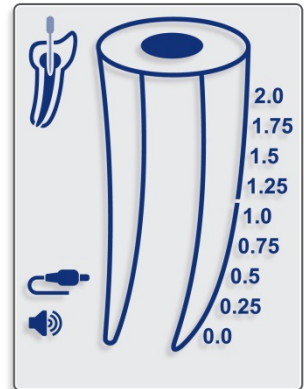

Fig. 4
- 7.4.7. Før du kobler målingskabelen med festet leppeklemmer og filklemmer på pasienten, plugg målingskabel inn i enhetens kontakt, og sørg for at kabelikon veises på skjermen (Fig. 4).